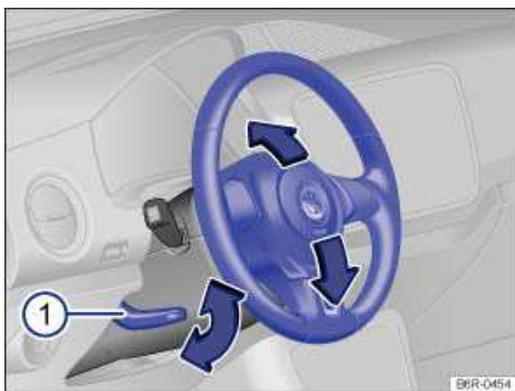

Abb. 44 Lenkradposition mechanisch einstellen.
- Den Hebel → Abb. 44 ① nach unten schwenken.
- Den Hebel → **Abb. 44** ⓘ nach dem Einstellen immer fest nach oben schwenken, damit das Lenkrad während der Fahrt nicht unbeabsichtigt seine Position verändert.